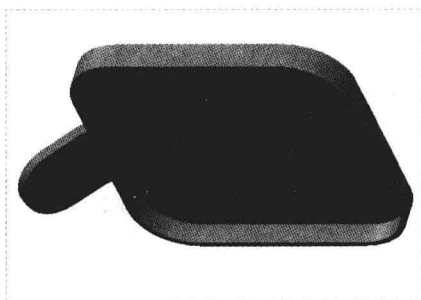

图 8-86 创建耳特征
Step 08 单击“接受值”按钮, 在弹出的“输入耳折弯角”数值框中输入 45, 单击“接受值”按钮, 即可创建耳特征, 如图 8-86 所示。